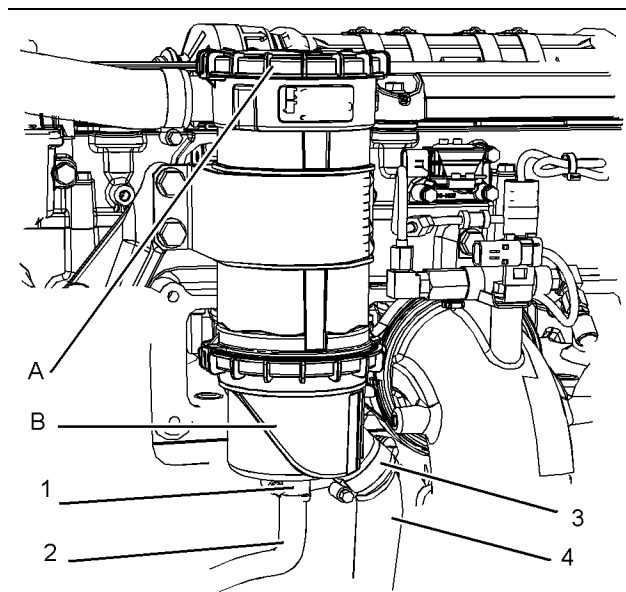

図 102
1. クリップ(1)を緩め、ホース(2)を取り外します。クリップ(3)を緩め、ホース(4)を取り外します。図102をご参照ください。